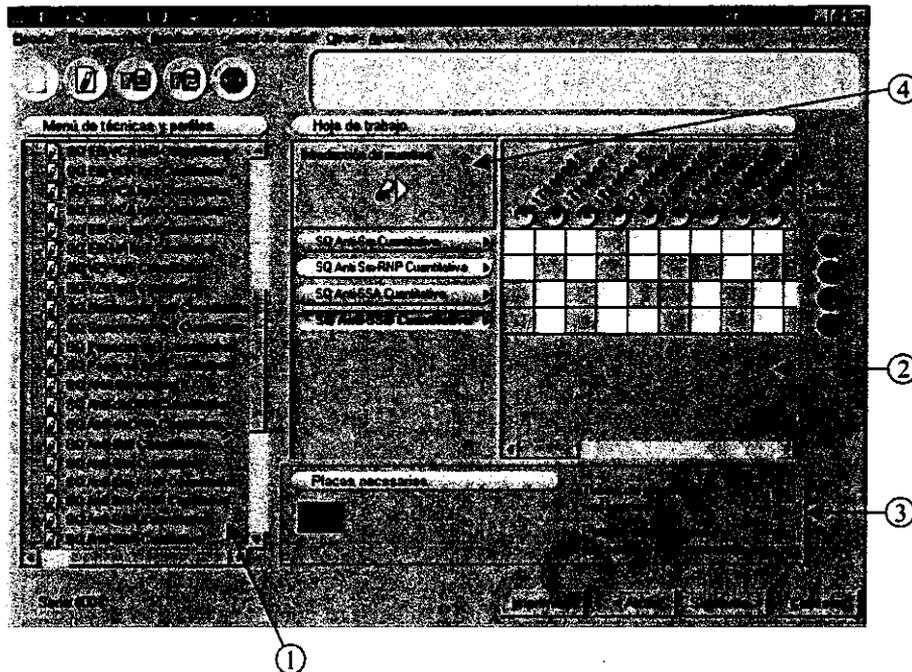

Figura 5: Creación de una serie en la Hoja Trabajo
Una vez realizada la identificación de muestras se debe confeccionar la serie de trabajo a realizar por el Triturus® en la Hoja de Trabajo (Figura 5).
- **Menú de técnicas y perfiles** (Ref. 1, Figura 5): Relación de todas las técnicas y perfiles disponibles.
- **Hoja de trabajo**: Espacio reservado para introducir las técnicas y las muestras (Ref. 2, Figura 5) a procesar en una nueva serie. Dentro de ésta se indica el número de placas, de tubos de predilución, de puntas desechables y de pocillos necesarios para realizar una determinada serie (Ref. 3, Figura 5).
- Arrastrar con el puntero cada una de las técnicas a realizar desde el Menú de Técnicas y Perfiles (Ref. 1, Figura 5) hasta el espacio reservado para las mismas en la Hoja de Trabajo.
- Seleccionar el icono **Introducción de muestras** (Ref. 4, Figura 5).
- Pulsar el botón **Siguiente** (Figura 5) una vez completada la Hoja de Trabajo.
- A través del botón **Introducción de muestras** (Ref. 4, Figura 5), pulsar identificación **Automática**.